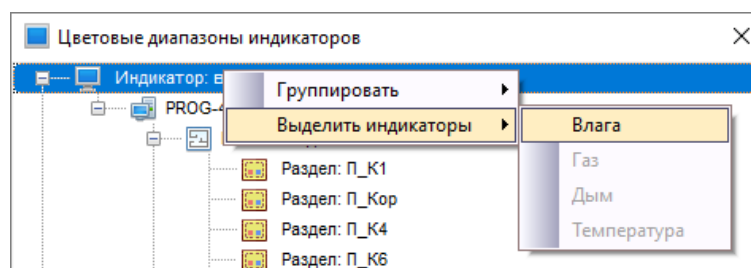

Рисунок 6-565 Контекстное меню "Выделить индикаторы"
- команду «Выделить индикаторы» (недоступно при вызове контекстного меню для зоны) – если необходимо выбрать все привязанные к выбранному узлу индикаторы определенного типа. При выборе команды «Выделить индикаторы» появится контекстное меню (см. Рисунок 6-565), в котором активным для выбора является тот тип индикатора, узел или